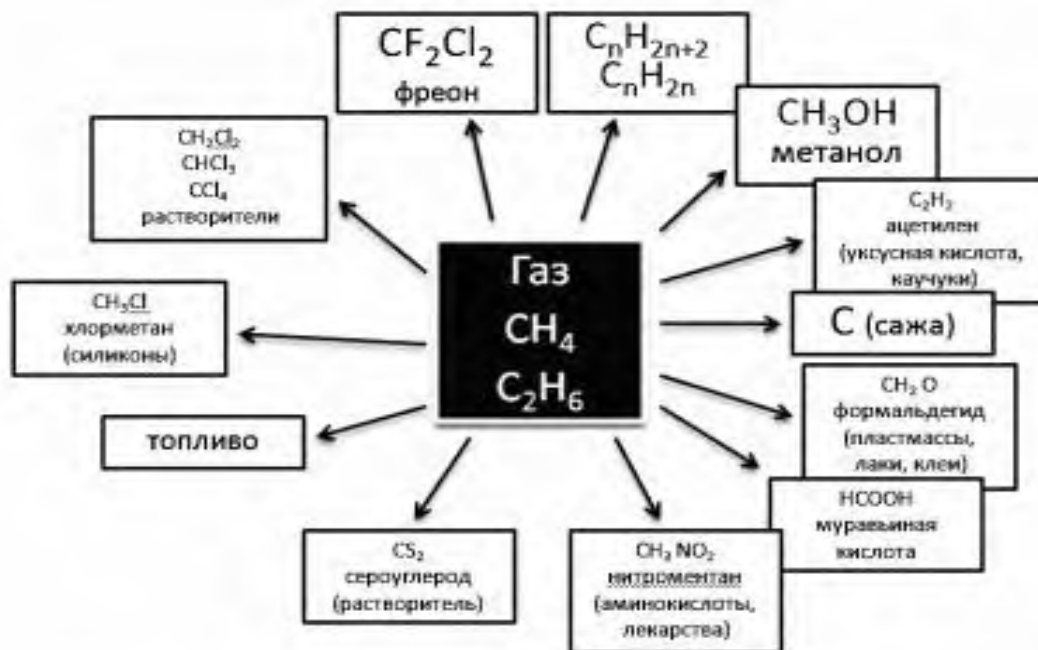

Рис. 1. Схема використання природного газу
1. Назвіть відомі вам природні джерела вуглеводнів. Найважливіші природні джерела вуглеводнів – природний і супутній нафтовий газ, нафта, кам'яне вугілля, торф і горючі сланці. Це вичерпний природний ресурс. Схема використання природного газу (рис. 1).